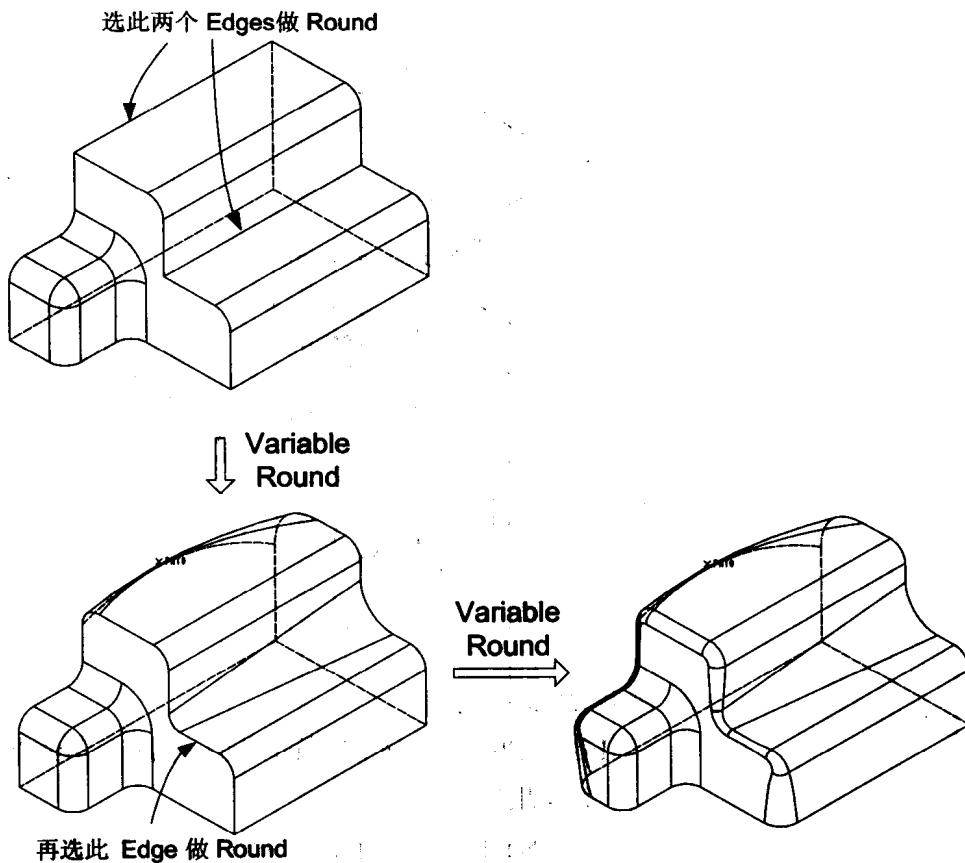

图 1.6
- **Variable:** 变化的圆角半径值, 可以指定圆角在某处的圆角半径值, 在两点之间则依据两点的半径值做变化(见图 1.6)。